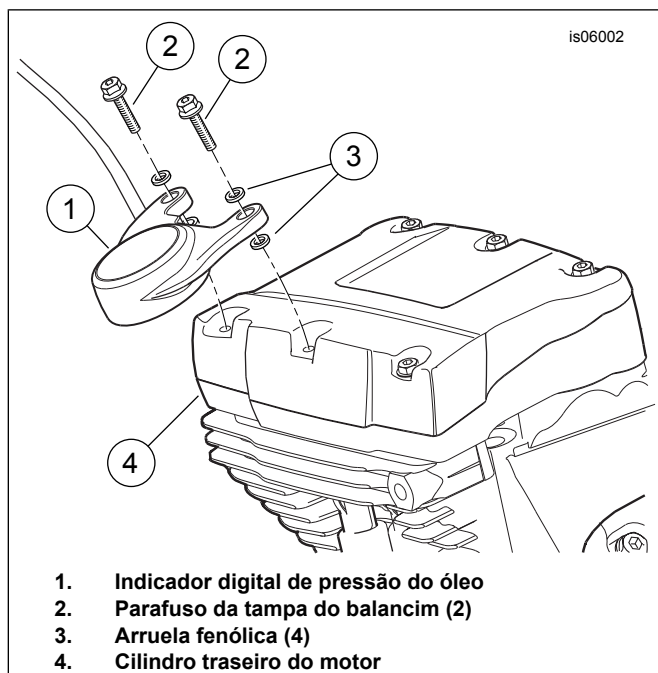

Figura 2. Instalação do indicador digital de pressão do óleo
5. Veja Figura 2. Vá para o cilindro (4) traseiro do motor. Remova e descarte os dois parafusos da tampa do balancim (2) direito na extremidade traseira. Limpe o agente veda-rosca antigo dos furos rosqueado.
6. Pegue o indicador digital de pressão do óleo (1), dois parafusos hexagonais flangeados e quatro arruelas isoladoras (3) do kit. Coloque uma arruela nas roscas de cada parafuso. Insira os parafusos através dos furos de montagem do indicador como mostrado. Coloque uma segunda arruela nas roscas de cada parafuso.